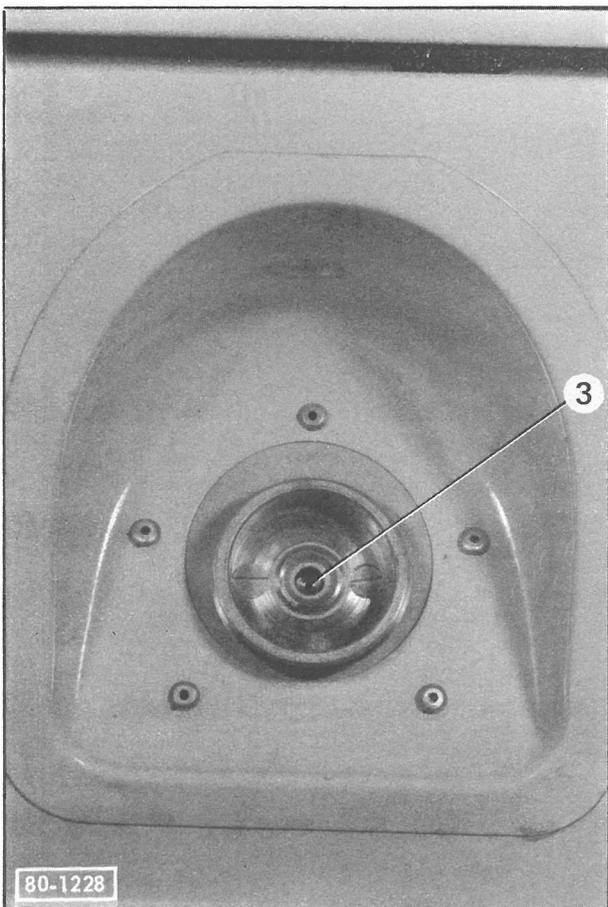

Fig. 2
- Un orifice de remplissage ( Fig.2 ) avec clapet anti-retour ( 3 ) relié à la multivanne par un flexible blindé.